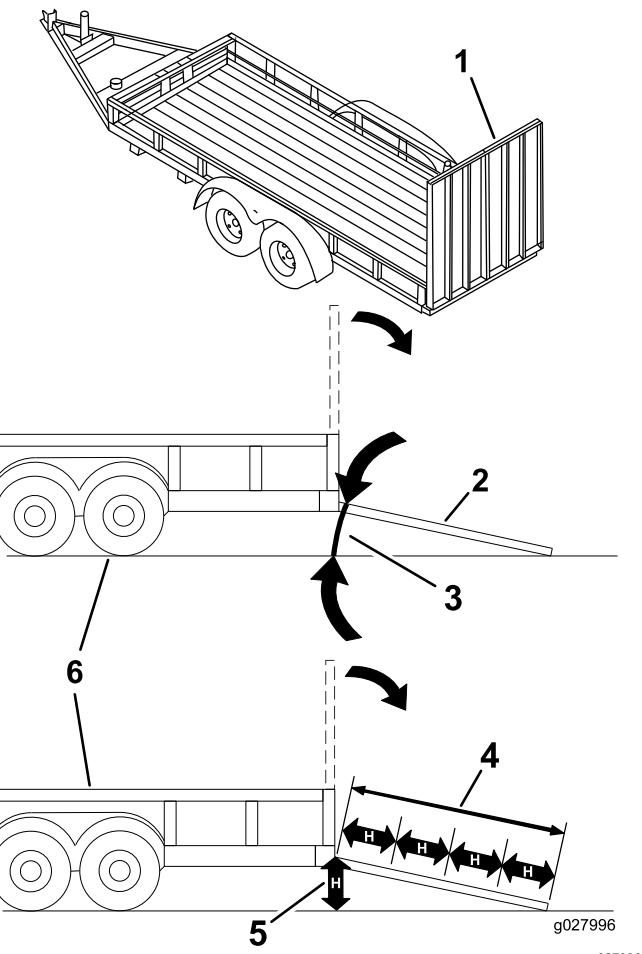

Figura 26
**El cargar la máquina en un remolque o un camión aumenta la posibilidad de un vuelco y podría causar lesiones graves o la muerte (Figura 26).**
3. Baje la rampa, asegurándose de que el ángulo entre la rampa y el suelo no supera los 15 grados (Figura 26).
1. Baje la rampa, asegurándose de que el ángulo entre la rampa y el suelo no supera los 15 grados (Figura 26).